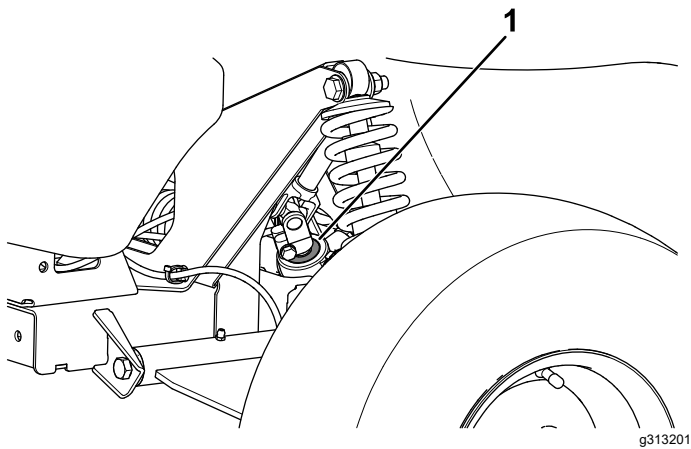

Figura 55
**Importante:** Verifique o estado e a segurança do vedante do eixo pinhão (Figura 55).